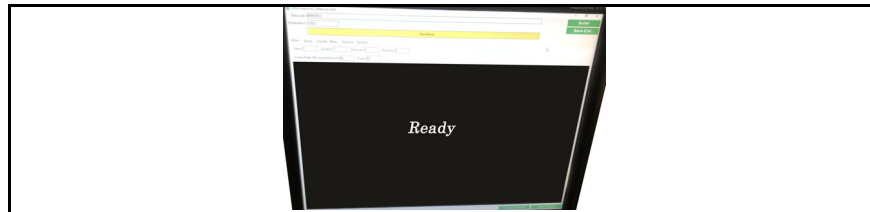

Figure 1-35: Pronto para Efetuar a Leitura de um Item
2. Verifique a tela do ELC de Introdução OPEX. Deve estar preto e exibir "Pronto" (consulte Figure 1-35).